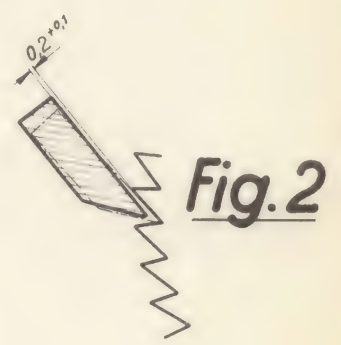

Fig. 2
- 1) Der Eingriff der Zeilenschaltklinke 10.304.3305 wird durch entsprechende Verschiebung der Exzeterschraube o1.o376 im Langloch des linken Oberwagenseitenteiles 10.304.3300 erreicht, d.h. der Zeilenarretierhebel 10.304.3302 wird horizontal so reguliert, dass beim Eingriff der Zeilenschaltklinke in das Zeilenschaltrad 10.316.3513 ca. 0,2 + 0,1 mm Spiel (Fig.2) vorhanden sind. Dabei ist zu beachten, dass die Drehfeder o7.1360 die Zeilenschaltklinke sicher gegen die Fläche "F" des Zeileneinstellhebels 10.304.3301 drückt.